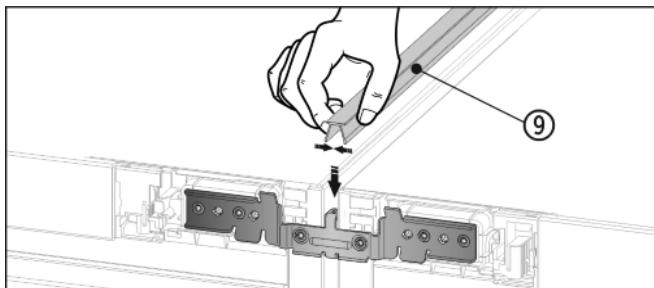

Fig. 13
- Na horní straně zatlačte krátkou krycí lištu Fig. 13 (9) do horizontální spáry.